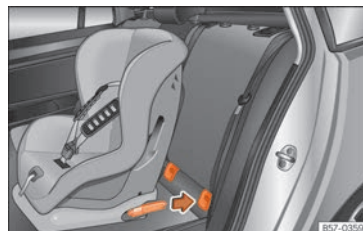

Abb. 30 Rücksitze: Einbau des Kindersitzes mit dem ISOFIX-System.
- Stecken Sie den Kindersitz auf die „ISOFIX“-Halteösen, bis der Kindersitz sicher und hörbar einrastet »» Abb. 30. Wenn der Kindersitz